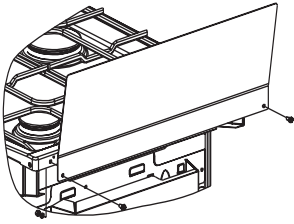

рис. 1
пляется перед установкой плиты (рис.1).
■ **Установка щитка** на плиты моделей КМ341 301, КМ341 304, КМ341 321, КМ341 322, КМ341 324. Установку щитка производить путем крепления к столу двумя винтами и гайками (см. рис. 1). Винты и гайки для крепления щитка находятся в пакете с комплектующими.